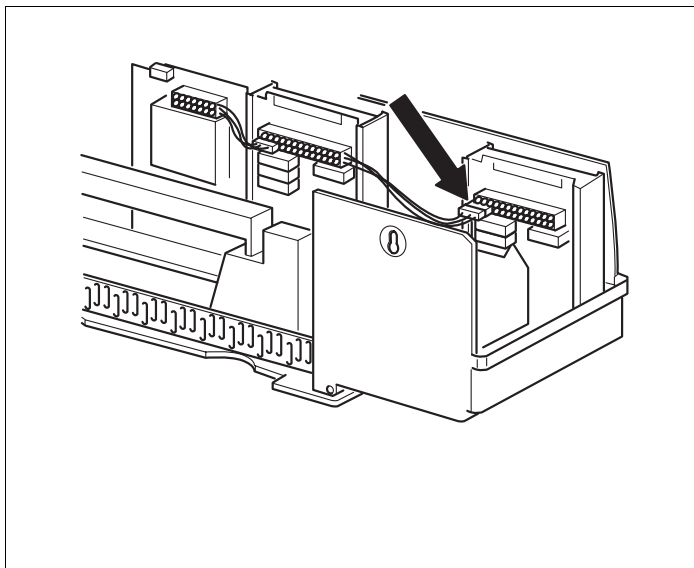

Рис. 21 Подключение напряжения 230 В
- Вставьте соединительный штекер (230 В) модуля в предусмотренный для него разъем (для подключения модуля в разъем 1, см. стрелку на рис. 21).